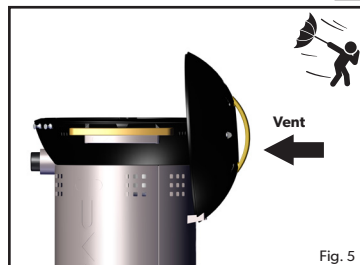

Fig. 5
- ATTENTION! Si l'appareil est utilisé alors qu'il y a du vent, le dôme doit être utilisé comme pare-vent et positionné tel qu'indiqué dans la Fig. 5.